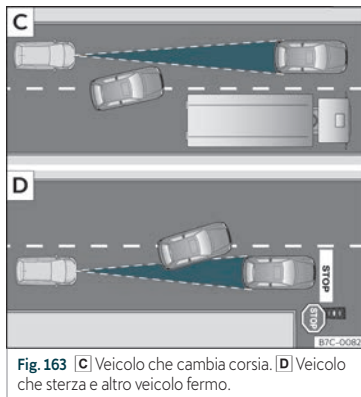

Fig. 163 **C** Veicolo che cambia corsia. **D** Veicolo che sterza e altro veicolo fermo.
- Veicoli che cambiano corsia sulla quale state circolando a breve distanza dal vostro veicolo >>> **fig. 163** **C**.
l'ACC potrebbe non reagire a veicoli fermi. Se, ad esempio, un veicolo rilevato dall'ACC effettua una svolta o si sposta e di fronte ad esso si trova un veicolo fermo, l'ACC non reagirà a tale veicolo» **fig. 163** .